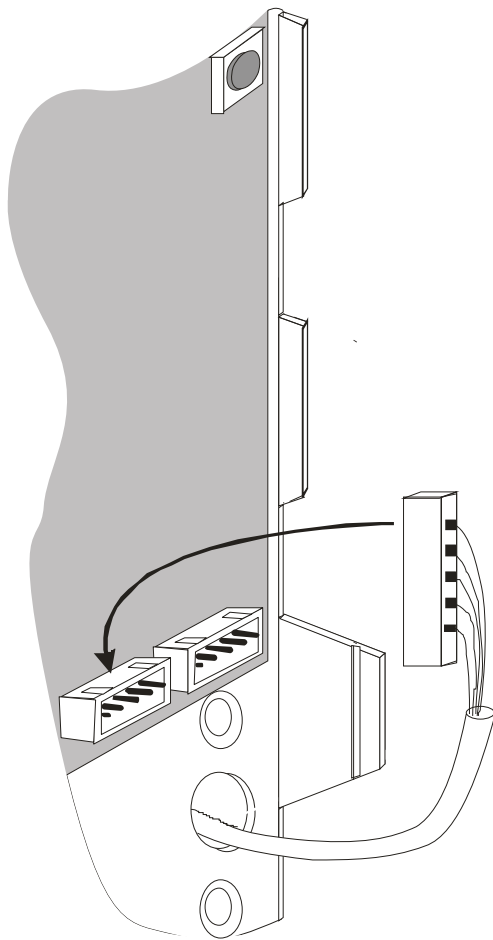

Рис. 13
**6.1.7.** Пинцетом или при помощи отвёртки извлеките кабель из паза (для доступа к отверстию крепления замка рис. 13). Закрепите винтами М5х35 корпус замка на двери, предварительно сняв крышку и установив замок в режим "OPEN". Уложите кабель от разъёма ХЗ на место.
**6.1.16.** Соедините разъём кабеля от ручки набора кода с соответствующим разъёмом платы управления (рис. 13).